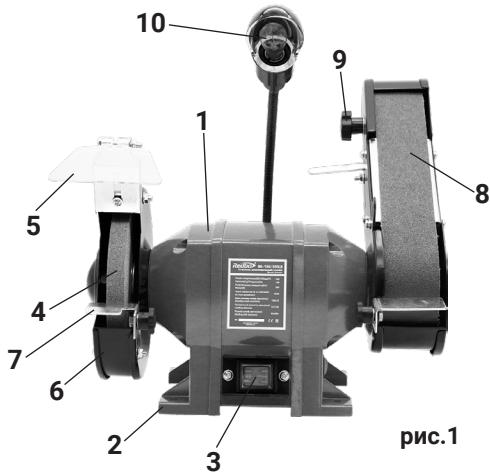
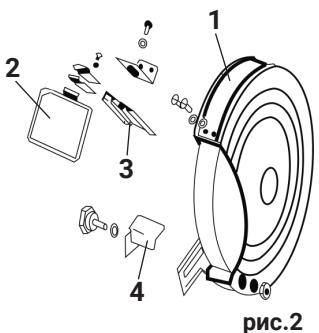

рис.1
рис.2
6. Общий вид точильно-шлифовального станка представлен на рис. 1
7. Точильный станок из асинхронного двигателя в металлическом корпусе (рис.1 поз.1) закреплённом на основании (рис.1 поз.2). На якорь двигателя с одной стороны, между опорным и зажимным фланцами крепится шлифовальный (точильный) круг (рис.1 поз.4), с другой стороны - шлифовальная лента (рис.1 поз.8). Это основные рабочие инструменты точильного станка. Для безопасной работы на корпусе двигателя смонтированы защитные кожухи (рис.1 поз.6). На кожухах кре-
пятся прозрачный (защитный) экран (рис.1 поз.5) и рабочий упор (рис.1 поз.7), обеспечивающий опору затачиваемому инструменту.
Выключатель (рис.1 поз.3) расположен на основании точильного станка (рис.1 поз.2). Он имеет два фиксированных положения, обозначенных символами: «I» - включено и «0» - выключено (МЭК 60417).
Закрепите на кожухах, используя крепёж из комплекта поставки, рабочие упоры (рис.1 поз.7) и защитный прозрачный экран (рис.1 поз.5), как показано на рис.2.
Регулировка экранов (см. рис.2)
Экран прозрачный (рис.2 поз.2) защищает глаза и руки оператора от искр, летящих от затачиваемого инструмента. Всегда используйте его при работе. При первоначальной установке и по мере износа шлифовальных кругов, периодически проводите регулировку установки кронштейна экрана (рис. 2 поз.3). Кронштейн экрана устанавливается на минимальном расстоянии от поверхности круга (2 мм). Это позволяет задерживать абразивные частицы, отлетающие от круга в сторону оператора.
Регулировка рабочих упоров (см. рис.2)
Для компенсации износа шлифовального круга и шлифовальной ленты необходимо периодически производить регулировку рабочих упоров (рис.2 поз.4):
- ослабить винты крепления упора (рис.1 поз.9);